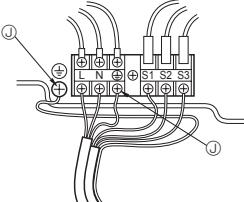

Fig. 7-2
7.1. Dış ünite (Fig. 7-1, Fig. 7-2)